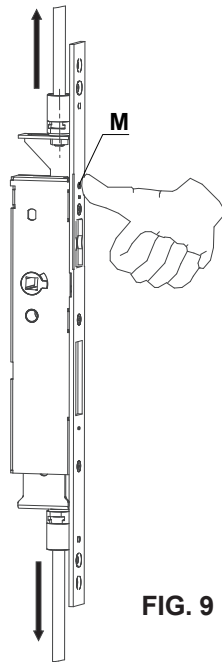

FIG. 9
- El restablecimiento de las varillas se realiza presionando el botón **M**, después de acercar la puerta (**Fig. 9**).